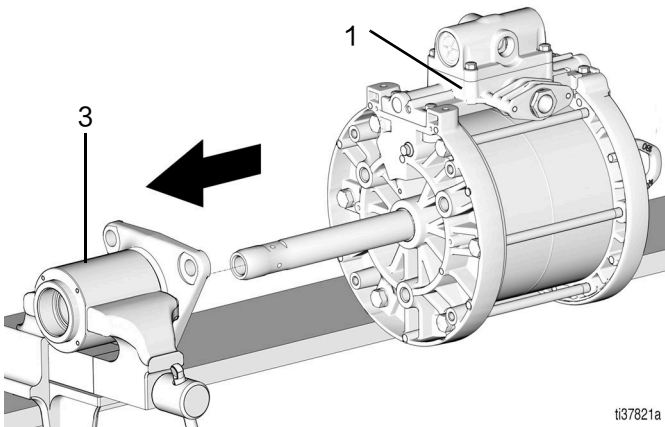

图 22
6. 通过将活塞柱 (14) 滑过出口外壳 (3) 来重新安装空气马达 (1) (图 22)。